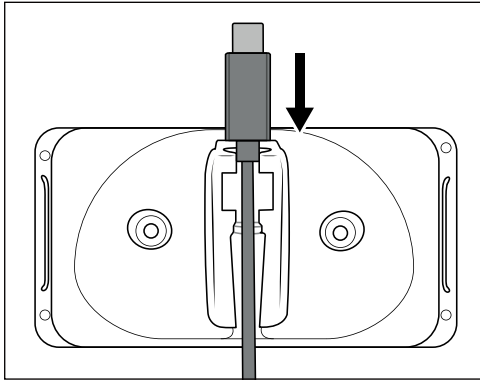
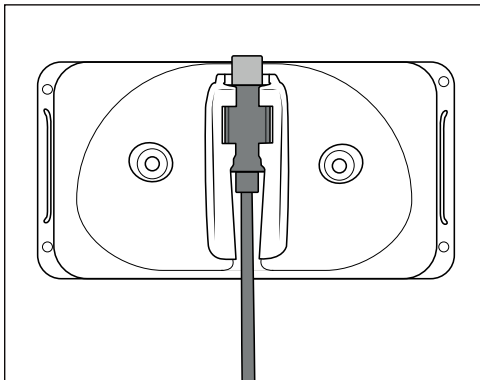

Fig. 1
Fig. 2
- 1) Insérez la fiche USB-C **5** du câble de charge USB **4** dans le support mural **3** (voir fig. 1). Poussez la fiche USB-C **5** vers le bas jusqu'à ce qu'elle s'enclenche dans le support mural **3** (voir fig. 2).